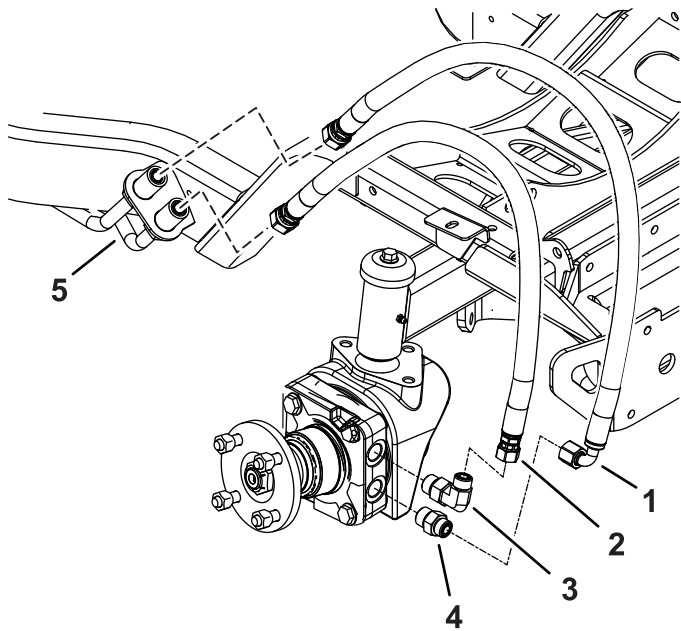

Figure 11
3. Installez le raccord droit neuf et le raccord coude à 90° sur le moteur de roue (Figure 11).
6. Branchez le flexible avec les raccords droits sur le raccord coude à 90° (Figure 11).
7. Branchez le flexible avec le coude à 90° sur le raccord droit (Figure 11).
16. Retirez un chapeau à la fois et branchez le flexible correct sur la conduite hydraulique, comme montré à la Figure 11.
17. Retirez le dernier chapeau et branchez le flexible sur la conduite hydraulique (Figure 11).